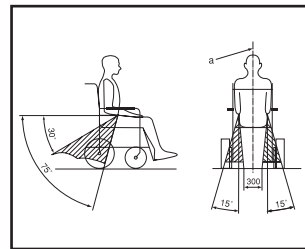

Abbildung 3
- Der Hüftgurt sollte unterhalb der Taille des Benutzers entlanglaufen (siehe Abbildung 3), wobei der Winkel zwischen Gurt und Bodenfläche 30° bis 75° betragen sollte (ein größerer Winkel ist wünschenswert).